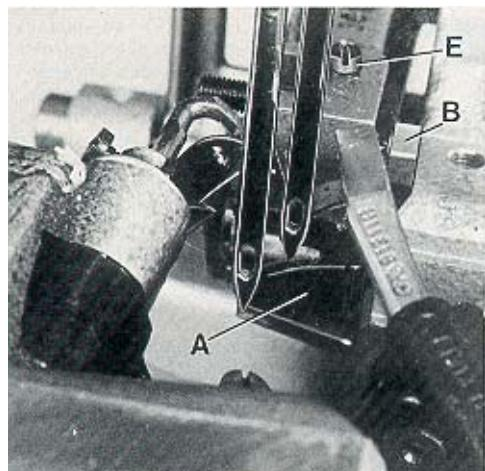
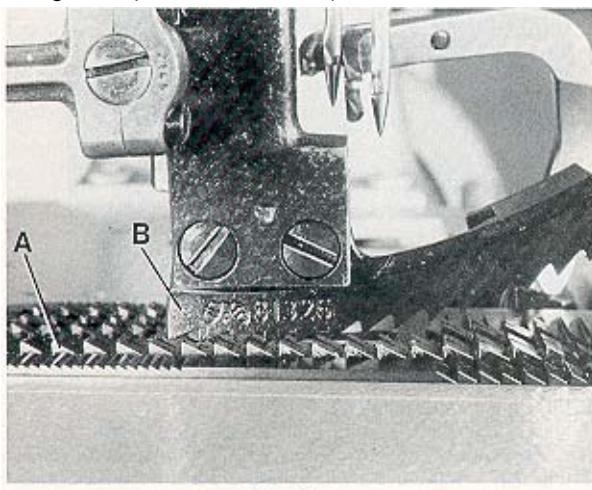

Fig.16
Fig.19
When the needle guard (A, Fig. 16) is in its most forward end position, its guarding surfaces should just contact the back of the needles without deflecting them. After loosening screw (B, Fig. 16) needle guard (A) can be moved accordingly to the front or to the rear. Retighten screw.
Wenn der Nadelanschlag (A, Fig. 16) in seiner vorderen Endstellung ist, sollen seine Schutzflächen die Rückseite der Nadeln gerade berühren, ohne sie abzulenken. Nach Lösen der Schraube (B, Fig. 16) kann der Nadelanschlag (A) entsprechend nach vorne oder hinten geschoben werden. Ziehen Sie die Schraube wieder an.
At highest point of feed travel the rear teeth of the feed dog (A, Fig. 19) should just project their full depth above the top surface of throat plate. Adjust the supporting screw (E, Fig. 16) in the feed bar to the required height and assemble the feed dog.
Simultaneously the upper feed dog (B, Fig. 19) should be positioned so that the tips of its teeth engage with the tooth spaces of the lower feed dog (A), without contacting it. When the lower feed dog (A) is in its highest and the upper feed dog (B) in its lowest point of travel, there must be a small gap between both feed dogs. The feed travel of the upper and the lower feed dog should be synchronous.
Im höchsten Punkt der Transportbewegung sollen die hinteren Zähne des Transporteurs (A, Fig. 19) gerade eine Zahnhöhe über die Stichplattenoberfläche ragen.
Stellen Sie die Stützschraube (E, Fig. 16) im Transporteurträger auf die entsprechende Höhe und montieren Sie den Transporteur.
Gleichzeitig muß der Obertransporteur (B, Fig. 19) so positioniert sein, daß die Spitzen seiner Zähne in die Zahnlücken des unteren Transporteurs (A) eingreifen, ohne diesen zu berühren. Wenn der untere Transporteur (A) in der höchsten und der Obertransporteur (B) in der untersten Stellung seiner Bewegung ist, muß zwischen beiden Transporteuren ein Luftspalt sein. Die Transportwege des oberen und unteren Transporteurs müssen gleich (synchron) sein.